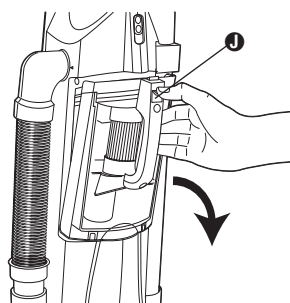

FIG. 5
- Step 1:** Remove dust cup from cleaner body (FIG. 5).
- Paso 1:** Retire el recipiente para el polvo del cuerpo de la aspiradora (FIG. 5).